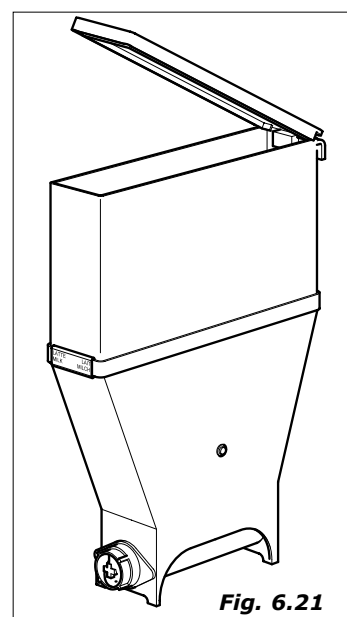

Fig. 6.21
- desmontar las tapas y rampas de producto (Fig.6.21). Sumergir todo en la solución anteriormente preparada